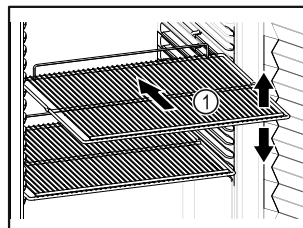

Fig. 47 Simbolična slika
- Če je odlagalna rešetka Fig. 47 (1) premična, jo prilagodite po višini.